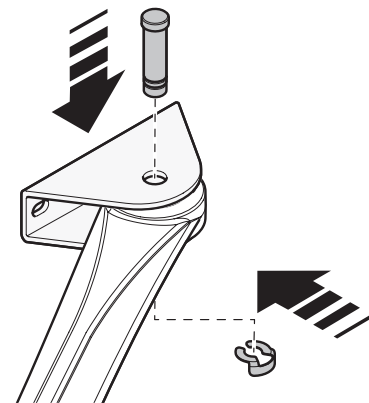

Abb. 10
01. Den Arm des Getriebemotors unter Verwendung des mitgelieferten Bolzen und des mitgelieferten Seeger-Ring am Bügel befestigen, wie gezeigt auf **Abb. 10**;